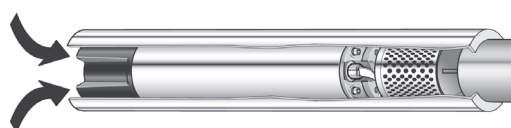

Рис. 6-1: Охлаждающая труба
- ⇒ вмонтировать охлаждающую трубу (см. Рис. 6-1).